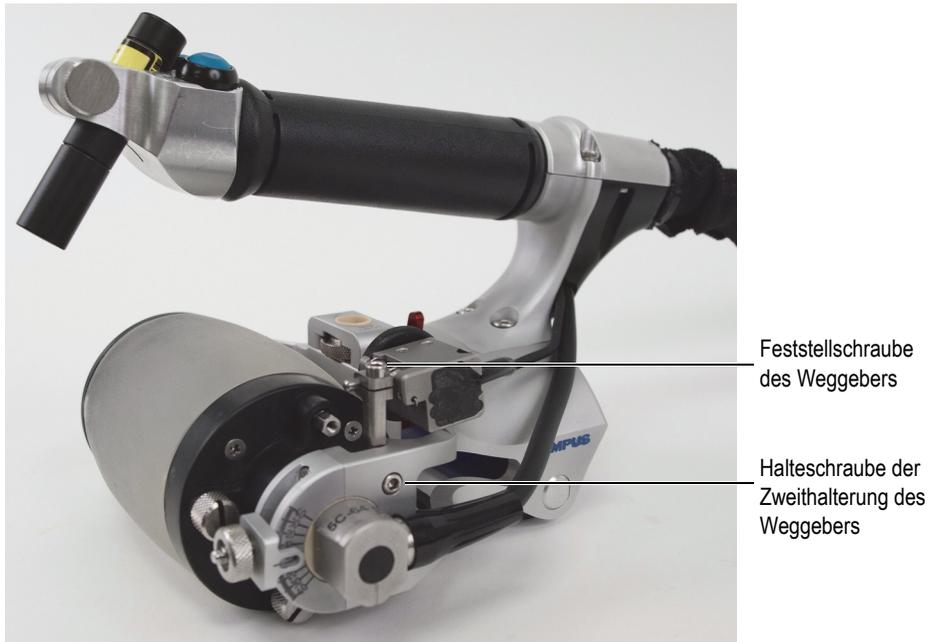

Abbildung 6-41 An der Zweithalterung montierter Mini-Wheel Weggeber
11. Montieren Sie den Mini-Wheel Weggeber an die Zweithalterung (Abbildung 6-41 auf Seite 121).